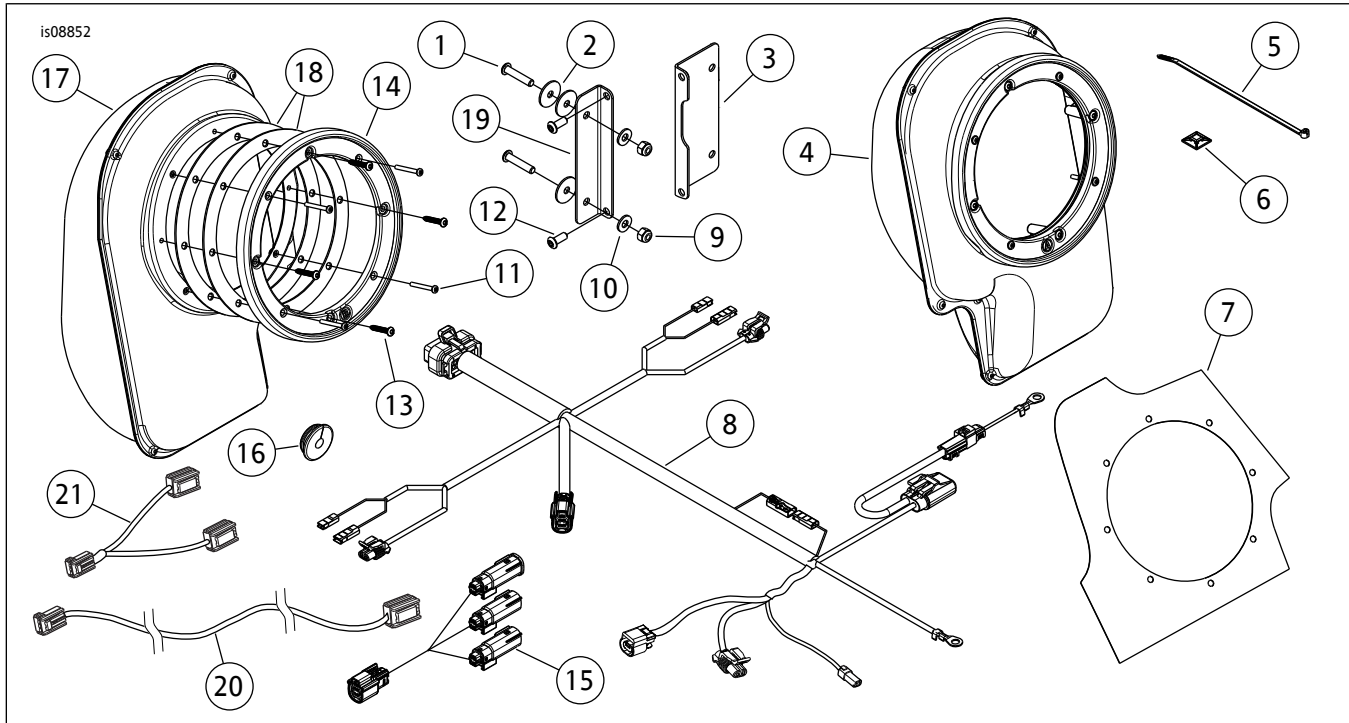

图9。维修零件，扬声器扩展安装套件
5. 参见图9。将支架(3)安装至放大器连接器侧(放大器单独出售)。使用螺丝(12)固定。拧紧螺丝至:
- a. 参见图9。将一个密封垫(18)置于外表面。对准各孔。
- a. StageI6扬声器配置：将线束[296]直接安装至16路线束（之前通过挡风板放大器套件安装）（位于乘客座椅后方）。Stage II 6扬声器配置：将3路互连线束（项目15，图9）安装至16路线束（之前通过挡风板放大器套件安装）（位于乘客座椅后方）。将线束[296]安装至3路互连连接器。